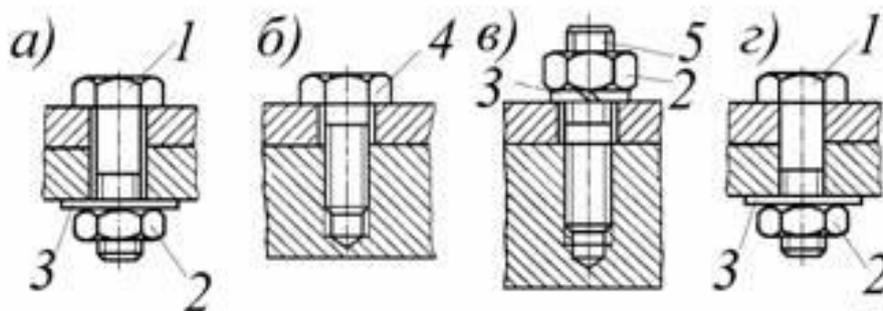

Рис. 1.1. Резьбовые соединения
**Резьбовыми** называют такие соединения (рис.1.1), в которых сопряженные детали соединяются с помощью резьбы или резьбовых крепежных деталей (болты, обычные и специальные гайки, винты, шпильки и др.)
**Болт 1** представляет собой стержень с резьбой для гайки на одном конце и головкой на другом (рис. 1.1, а). За головку болт вращают или, наоборот, удерживают от вращения при соединении деталей. Между гайкой 2 и соединяемыми деталями, как показано на рисунке 1, ставят шайбу 3.
**Винт 4** – это стержень обычно с головкой на одном конце и резьбой на другом конце, которым он ввинчивается в резьбовое отверстие одной из соединяемых деталей (рис. 1.1, б).
**Шпилька 5** представляет собой стержень, имеющий резьбу с обоих концов. При соединении шпилькой её ввёртывают в одну из скрепляемых деталей, а на другой конец шпильки навинчивают гайку (рис. 1.1, в).
**Гайка 2** – это деталь с резьбовым отверстием, навинчиваемая на болт (рис. 1.1, а) или на шпильку (рис. 1.1, в) и служащая для замыкания скрепляемых с помощью болта или шпильки деталей соединения.
Соединение болтом применяют для деталей сравнительно малой толщины, а также при многократной разборке и сборке соединений. Возможны варианты установки болтов с зазором (рисунок 1, а) и без зазора (рис. 1.1, г) между болтом и соединяемыми деталями. При большой толщине соединяемых деталей предпочтительны соединения с помощью шпилек. Из всех видов соединений, применяемых в машиностроении, резьбовые – самые распространенные. До 60% деталей имеют резьбу, так как они наиболее надежны и удобны для сборки и разборки, имеют небольшие габариты и возможность фиксированного зажима в любом положении, просты в изготовлении.